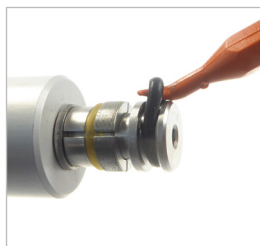

Figure 7
▶ Appliquer la pression pilote au connecteur. Les mâchoires de serrage (pos. 3) ainsi que le joint frontal (pos. 7) doivent être desserrés.
▶ Soulever le joint frontal (pos. 7) avec l'extracteur de joint torique WEH® réf. E98-101969 et le retirer de la gorge par le grand diamètre de l'axe (pos. 8) (Figure 7).